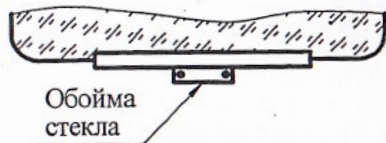

Рис. 2
6.6 Демонтировать обойму стекла (см. рис. 2).